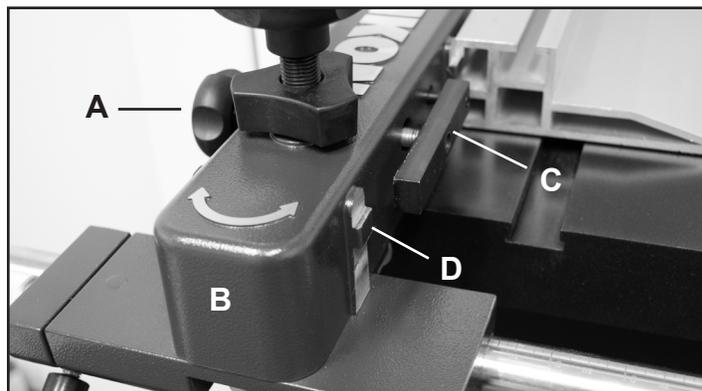

FIGURE 35
1. Desserrer la poignée latérale (#1F, Fig. 35, A) qui maintient la butée de coupes contre le support de butée (#6F, B).
2. Faites glisser la clôture vers l'avant pour l'enlever du bloc coulissant du transporteur (#8F, Fig. 35, C).